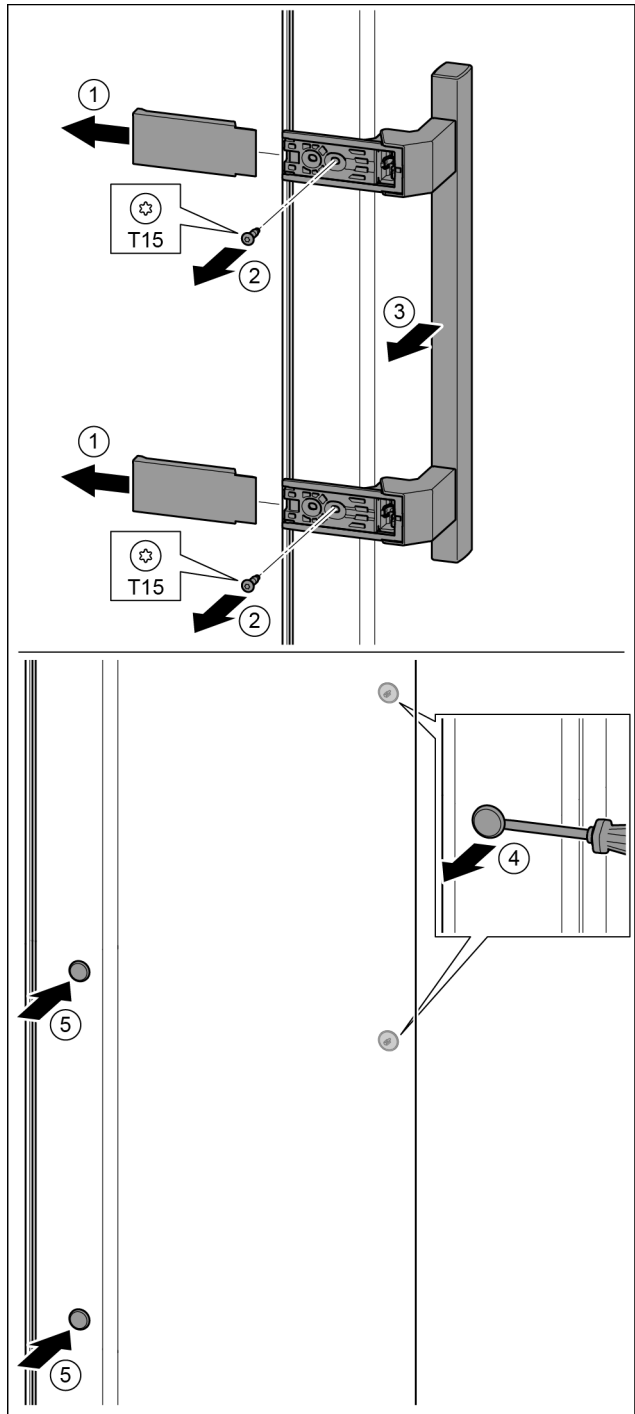

Fig. 33
- ▶ Retire la cubierta. Fig. 33 (1)
- ▶ Desenrosque los tornillos con el destornillador T15. Fig. 33 (2)
- ▶ Retire el tirador. Fig. 33 (3)
- ▶ Levante cuidadosamente el tapón lateral con un destornillador para tornillos de cabeza ranurada y extráigalo. Fig. 33 (4)
- ▶ Vuelva a colocar el tapón en el otro lado. Fig. 33 (5)